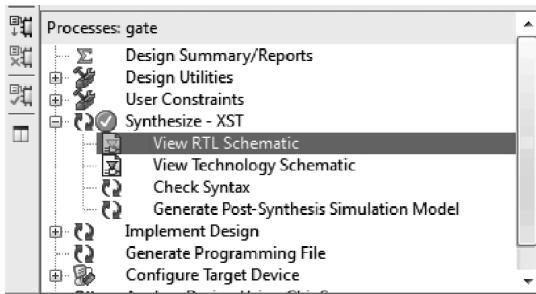
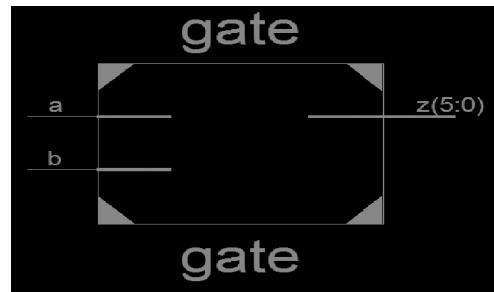

图 3.23 查看 RTL 原理图
图 3.24 设计顶层端口
(4) 查看综合后的门级结构。如图 3.23 所示,双击 View Technology Schematic(查看技术符号)选项。
(5) 出现 Select how the RTL/Tech Viewer behaves when it is initially invoked 界面,在该界面中选择 Start with a schematic of the top-level block 选项。
(6) 单击 OK 按钮。
(7) 如图 3.24 所示,显示出设计模块的顶层端口。
(8) 在图 3.24 内的界面内, 双击顶层端口符号。